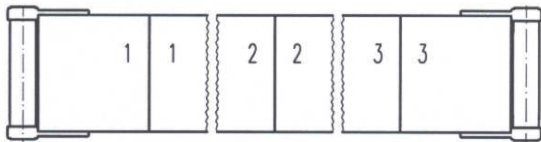

Fig. 2 : jonction des parties individuelles
- Joignez les jonctions portant le même numéro (fig. 2).